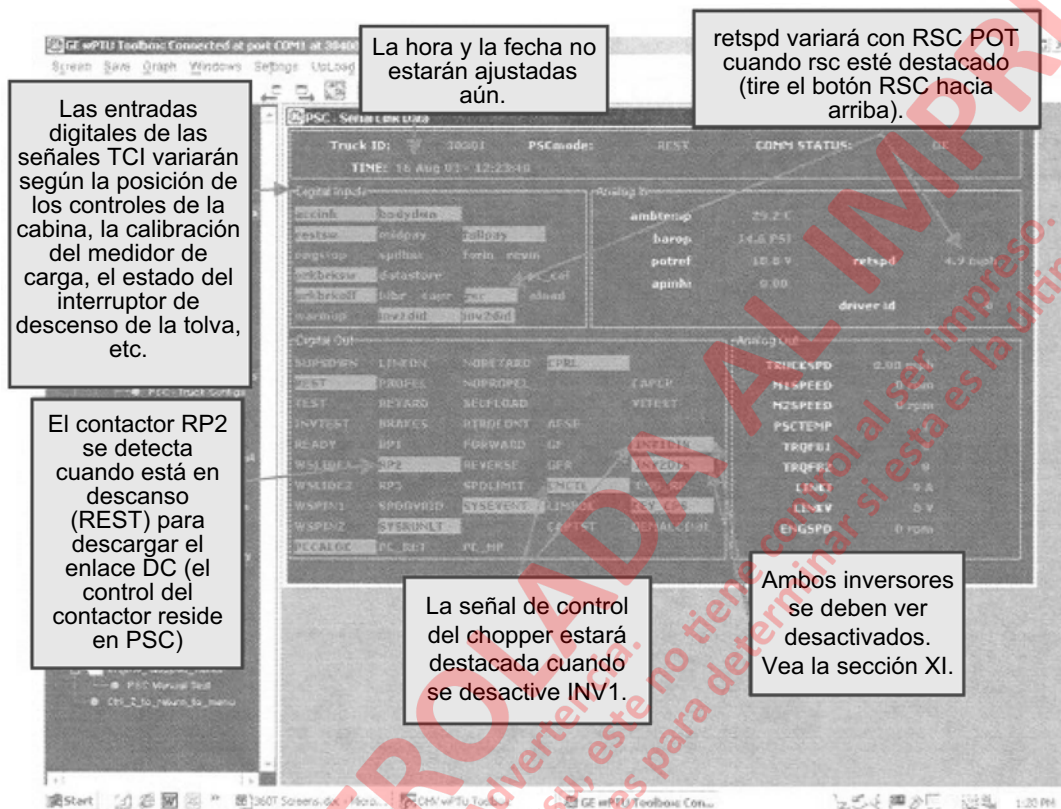

FIGURA 3-4. PANTALLA DE DATOS SERIALES DEL PSC
- Verifique que los valores análogos y digitales sean similares al ejemplo de la Figura 3-4.